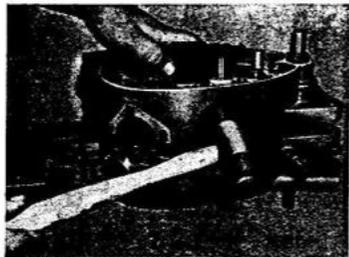

Abb. 30 Rechte erwärmte Gehäusehälfte abbauen VI / 57 / 880
3. Gehäusehälfte abziehen. Dabei mit einem Kunststoffhammer leicht an das Gehäuse klopfen. (Siehe auch Abb. 30.) Die Tretlagerwelle soll in der linken Gehäusehälfte bleiben.